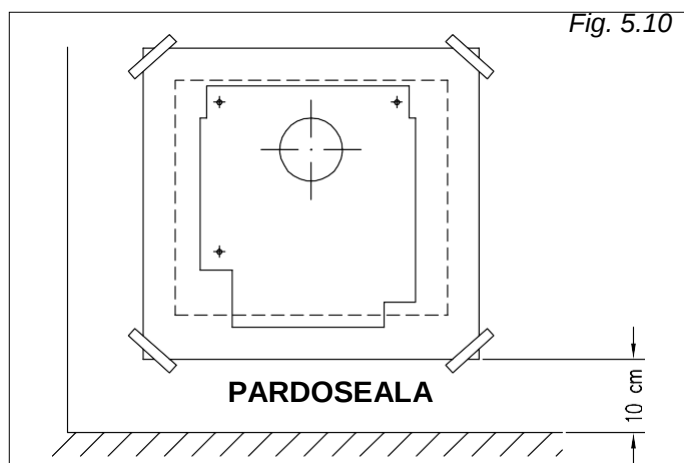

Fig. 5.10
1. Pozitionati sablonul pe perete si fixati-l cu banda adeziva la o distanta de minim 10 cm de podea si perfect incadrat (vezi fig. 5.10).
3. Pozitionati din nou sablonul cu grija, centrandu-l cu orificiul facut pentru tubulatura de evacuare, apoi dati cele 4 gauri cu un diametru de 8 mm si introduceti suruburile furnizate (vezi fig. 5.10).